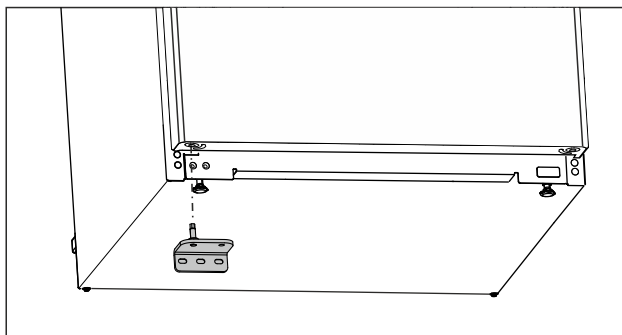

Fig. 25
- Indsæt det nederste hængsel på den modsatte side. (se Fig. 25)